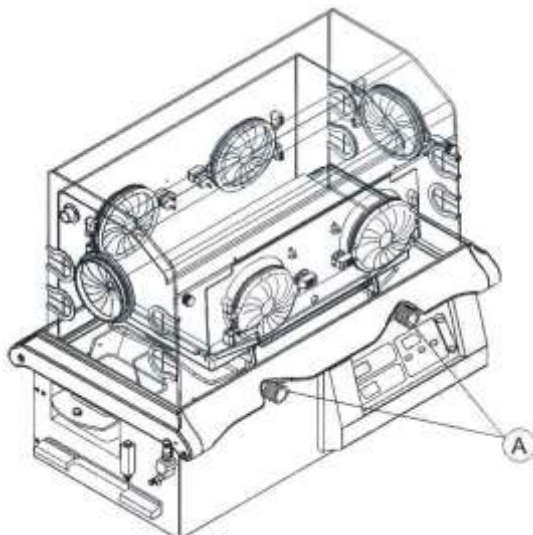

Figura 44 – Acionamento do sistema de inclinação contínuo
Esse sistema permite a inclinação contínua do leito da incubadora nas posições Trendelenburg e Reverso (ambos permitem 12° de movimentação). O acionamento desse mecanismo é realizado através de manípulos plásticos (A) de alta resistência, localizados junto à cúpula, conforme indicado na figura 44: